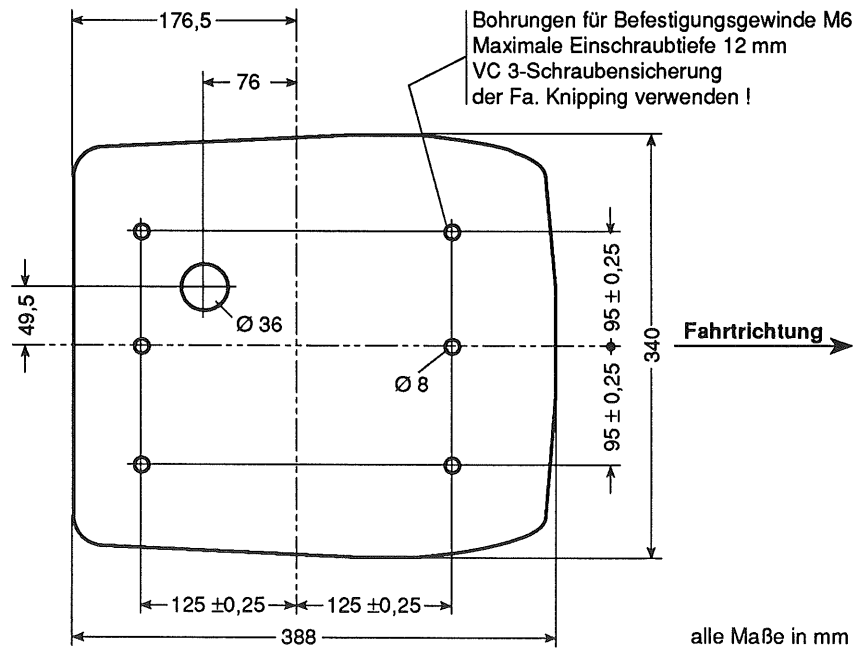

Bild 5-2, Montagebohrungen WA-3
- Bohrungen gemäß Bild 5-2 vornehmen.